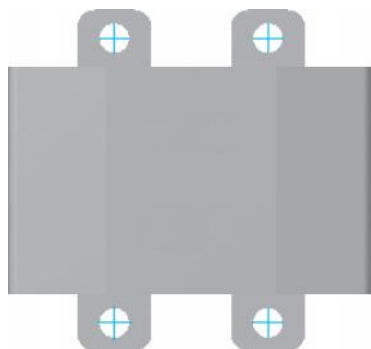

图 11-44 选择孔的圆心
1) 选择【刀路】/【钻孔】命令，系统弹出【选取钻孔的点】对话框，选择如图 11-44 所示耳朵凸块的 4 个通孔圆心，单击【确定】按钮 。